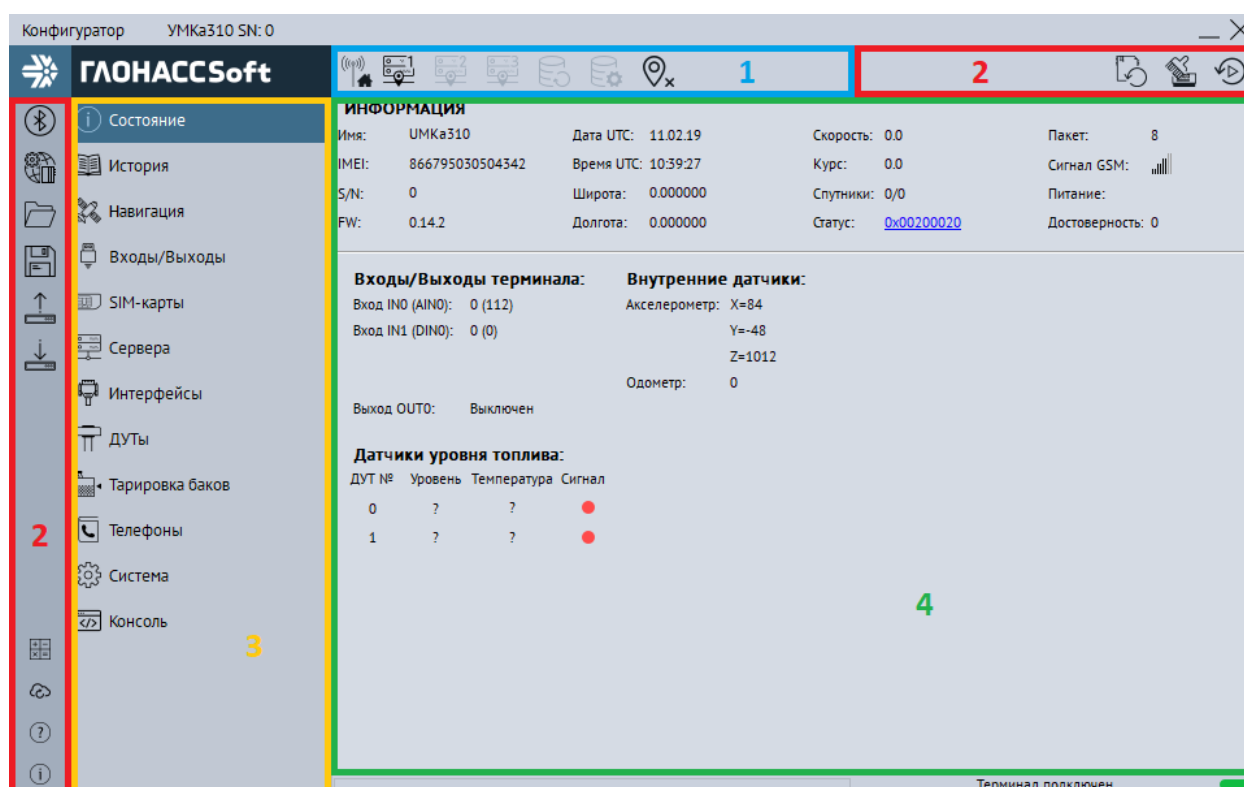

Рисунок 3.8 Стартовое окно «Состояние»
Для запуска приложения, перейдите в «Пуск» → «Все программы» → «Конфигуратор УМКаЗХХ». Откроется стартовое окно конфигуратора (Рисунок 3.8), которое условно можно разделить на четыре зоны: Панель статуса (1), панели инструментов (2), дерево настроек (3) и окно отображения информации (4).
Для просмотра и редактирования настроек терминала воспользуйтесь вкладками настроек (Рисунок 3.8 ). При нажатии на вкладку в окне отображения информации можно посмотреть соответствующие значения и настройки и отредактировать их.
На вкладке «Состояние» (Рисунок 3.8 ) отображается общая информация о терминале, состояние входов/выходов терминала, внутренних и внешних датчиков.